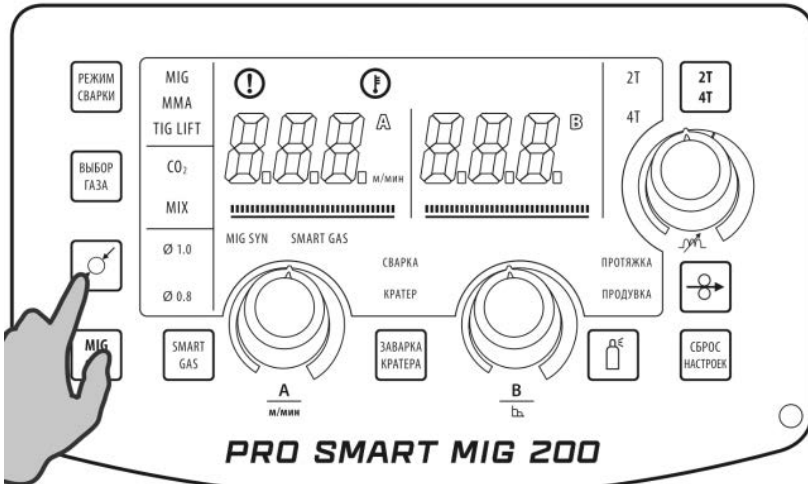

Рис. 8.6.4. Выбор диаметра сварочной проволоки.
4. Выберите диаметр сварочной проволоки (См. рис. 8.6.4) в зависимости от толщины свариваемого металла (См. табл. 7.0.1, поз. 4).